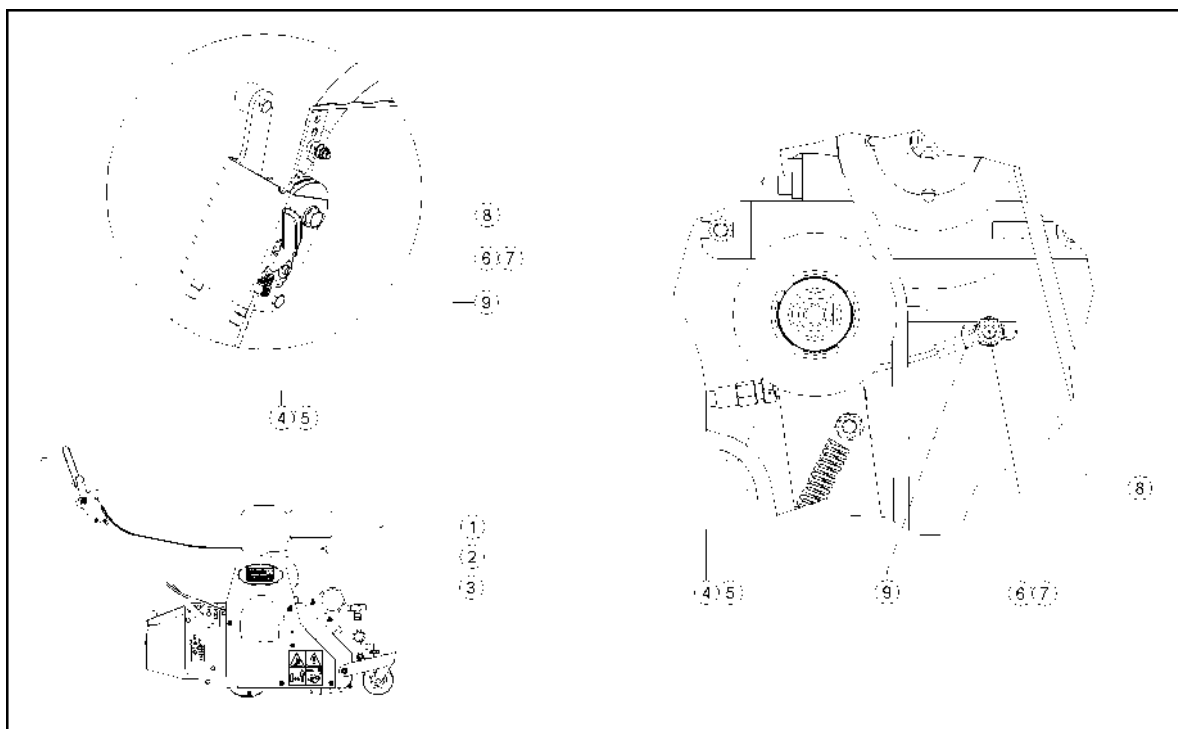

Рисунок 18
2. Сменный натяжной шкив для привода и всей машины (1) (см. Рисунок 18)
Сменный натяжной шкив для привода и всей машины (см. Рисунок 18)